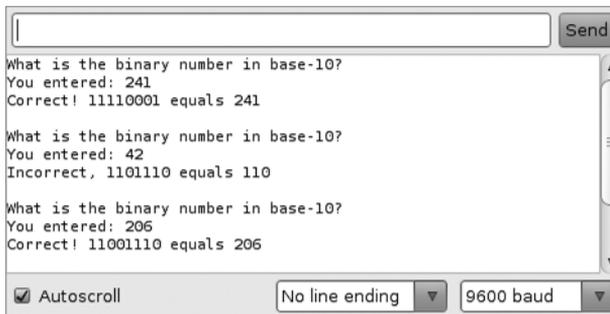

Рис. 6.7. Проект 17 в процессе игры
Давайте разберемся, как действует этот скетч. Функция `void setup()` (❶) настраивает цифровые выходы, к которым подключен сдвиговый регистр, инициализирует обмен с монитором порта и устанавливает начальное число для генератора случайных чисел. Функция `displayNumber()` (❷) принимает байт данных и передает его в сдвиговый регистр, к которому подключены светодиоды для отображения байта в двоичной форме (как в проекте 16). Функция `getAnswer()` (❸) извлекает из монитора порта число, введенное пользователем (как в проекте 14), и выводит его, как показано на рис. 6.7.
На рис. 6.7 изображено окно монитора порта в ходе игры.